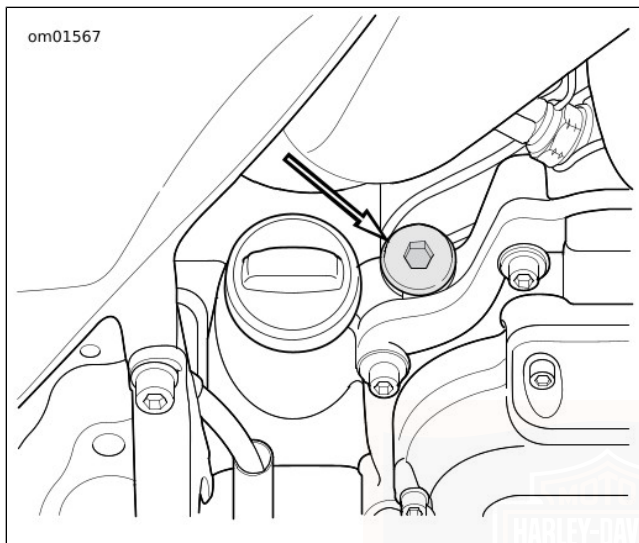

Figura 53. Ubicación de la varilla medidora de la transmisión
2. Vea Figura 53. Extraiga de la transmisión la varilla medidora de lubricante. Limpie la varilla medidora.
1. Vea Figura 53. Extraiga el tapón de llenado/varilla medidora de la transmisión.